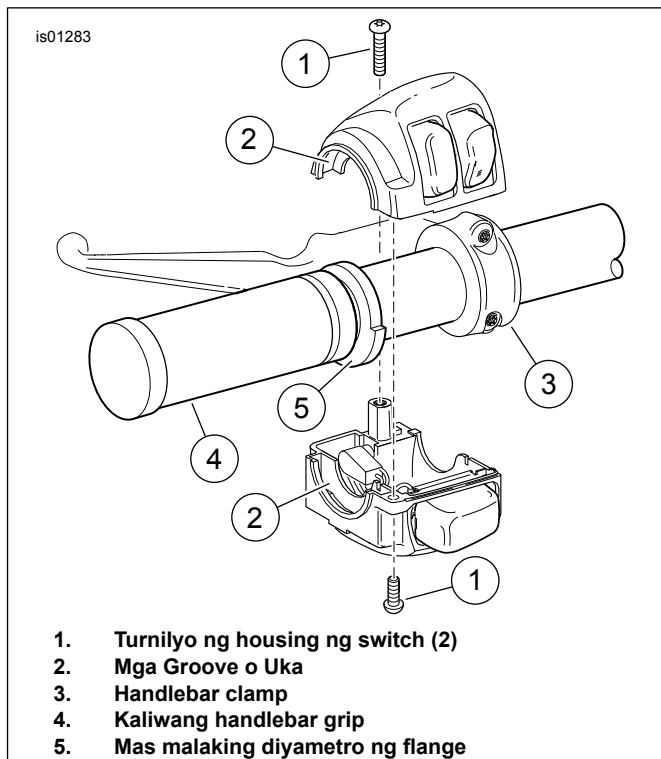

Figure 5. Housing ng Switch ng Kaliwang Handlebar
4. Tingnan ang Figure 5 , na nagpapakita sa katulad na kaliwang panig na pangmount ng switch. Iposisyon ang ibabang housing ng switch sa ilalim ng grip upang ang mga groove o uka (2) sa outboard na panig ng housing ng switch ay mag-kasya sa ibabaw ng flange sa dulo ng grip.